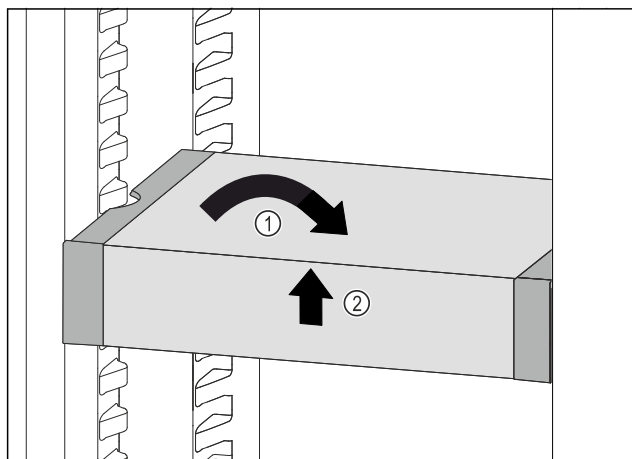

Fig. 107
- VarioSafe postavte rovně. Fig. 107 (1)
- VarioSafe vpředu zvedněte. Fig. 107 (2)